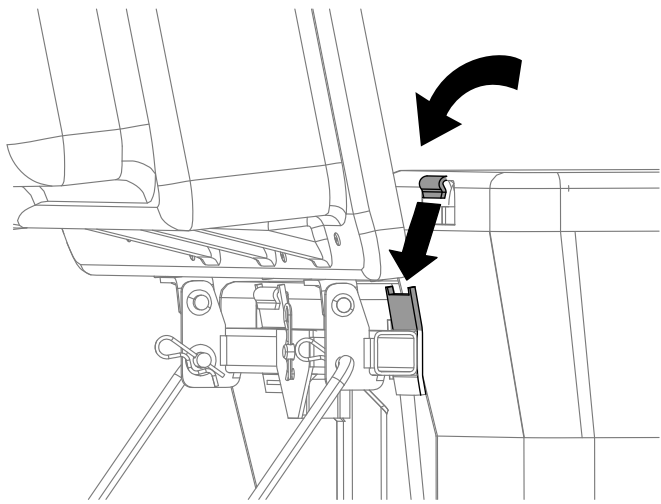

Figura 14
4. Podignite poklopac sakupljača i postavite vreće tako što ćete zakačiti kuke rama za vreće na nosače za kuke (Figura 14).